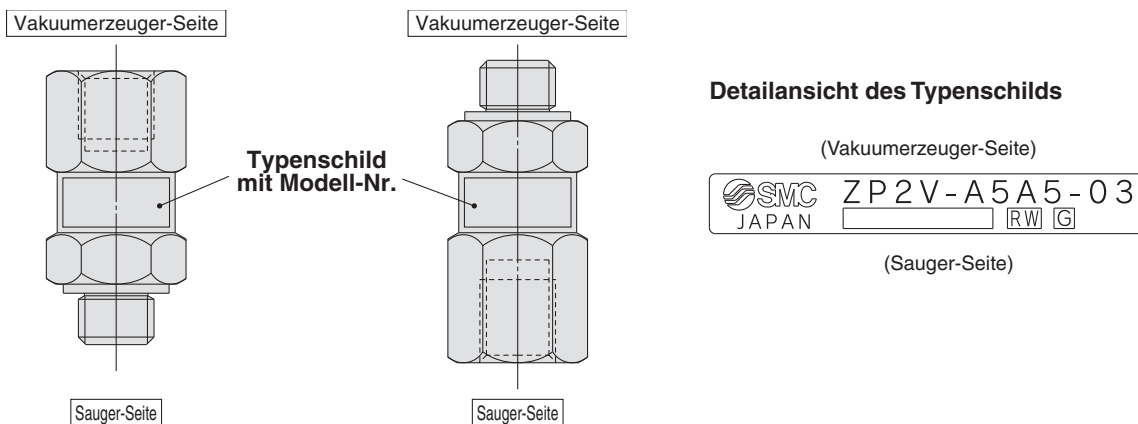

Abb. 1. Einbaulage
4. Achten Sie bei der Leitungsverlegung darauf, die Sauger-Seite und die Vakuumerzeuger-Seite des Produkts nicht zu vertauschen. (siehe Abb. 1)